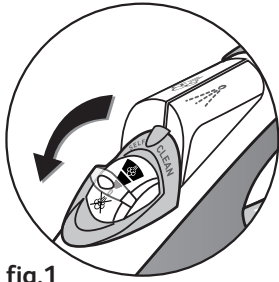

fig.1
- Den Dampfgregler auf „0“ stellen – **Abb.1**.